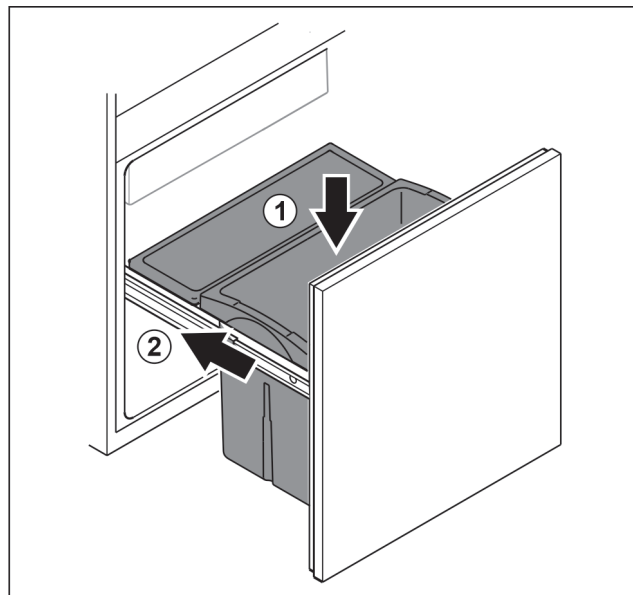

Fig. 102
- ▶ Włożyć szufladę od góry. Fig. 102 (1)
- ▶ Wsunąć wózek wsuwany. Fig. 102 (2)